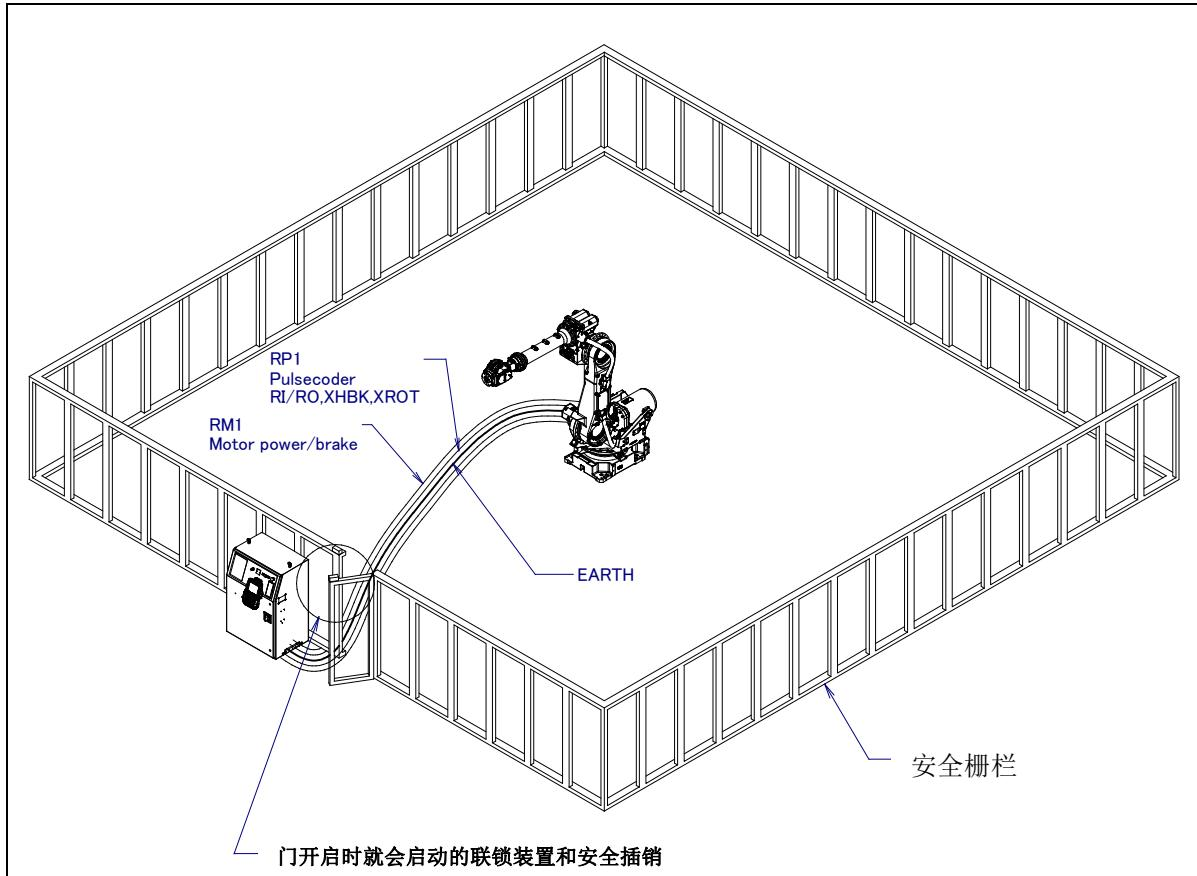

图 3 (a) 安全栅栏和安全门
(14) 在使机器人操作时，务必在确认安全栅栏内没有人员后再进行操作。同时，检查是否存在潜在的危险，当确认存在潜在危险时，务必排除危险之后再进行操作。
(15) 不要在下面所示的情形下使用机器人。否则，不仅会给机器人和外围设备造成不良影响，而且还可能导致使用者受重伤。
(16) 在连接与停止相关的外围设备（安全栅栏等）和机器人的各类信号（外部急停、栅栏等）时，务必确认停的动作，以避免错误连接。
(17) 有关架台的准备，按照图3(c)在安装或者维修作业时，请十分注意高地作业的安全。应考虑脚手架和安全皮带安装位置的确保等。